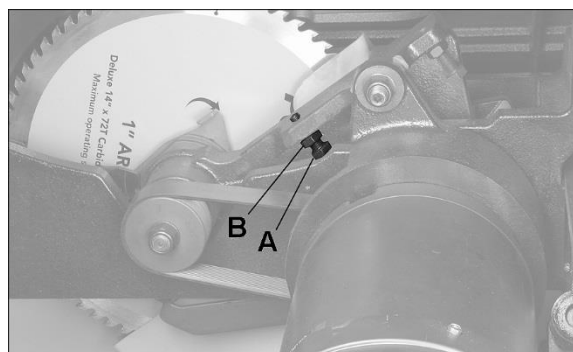

Рисунок 8-13
2. Откройте боковую крышку и найдите болт ограничителя глубины пильного диска (А, Рисунок 8-13), расположенный между шкивом оправки и двигателем.
3. Используя гаечный ключ на 14 мм, ослабьте шестигранную гайку (В, Рисунок 8-13). Это позволит повернуть болт и опустить пильный диск ниже.
6. Болт ограничителя глубины пильного диска (А, Рисунок 8-13) должен упираться в цапфу. Добейтесь этого, затем затяните шестигранную гайку (В, Рисунок 8-13).